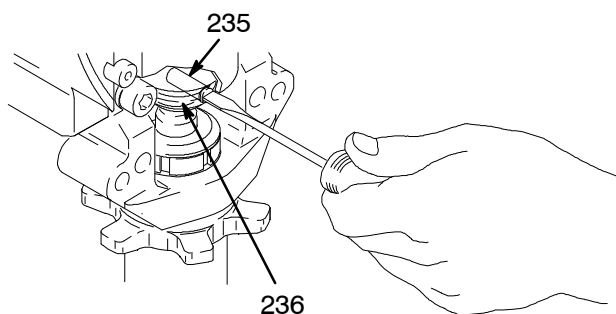

Fig. 1
3. Dévisser le tuyau d'aspiration (34) de la pompe en maintenant une clé sur la vanne d'admission de la pompe (A) pour empêcher la pompe de se desserrer.
4. Débrancher le flexible de sortie pompe (100) du mamelon de sortie du bas de pompe (60).
5. Fig. 1. Utiliser un tournevis pour soulever le ressort d'arrêt (236) en partie supérieure de la pompe. Sortir la goupille (235).